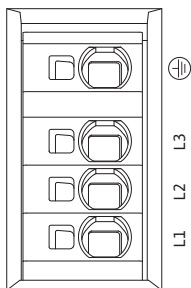

Fig. 27: Bornes de puissance (bornes de raccordement réseau)
- Bornes de puissance (bornes de raccordement réseau) (fig. 27)